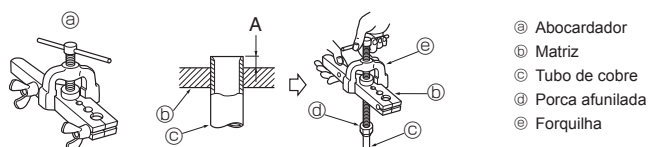

Fig. 5-5
5.2.4. Trabalho de abocardamento (Fig. 5-5)